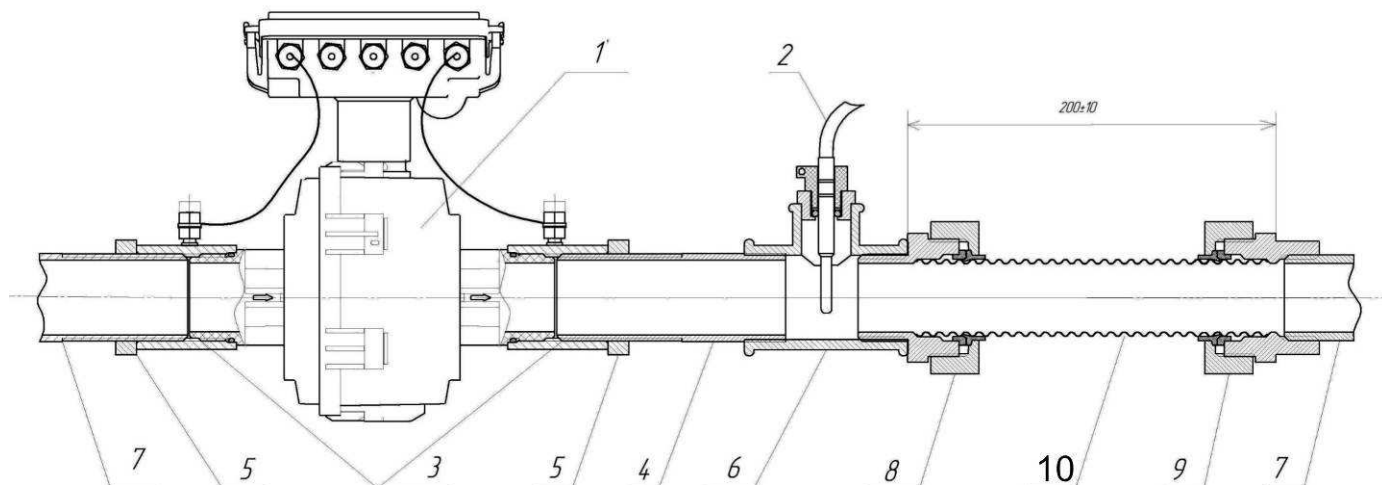

рис. 6.1
6.3.2 Преобразователи расхода «ЭР» ду 20, 32, «УР» ду 15...40 имеют пластмассовый патрубок с резьбовыми присоединительными концами. Для предотвращения возникновения нагрузок, возникающих вследствие теплового расширения трубопроводов, рекомендуется применять гофрированные трубы, например HydroSta Flexy (рис. 6.1).